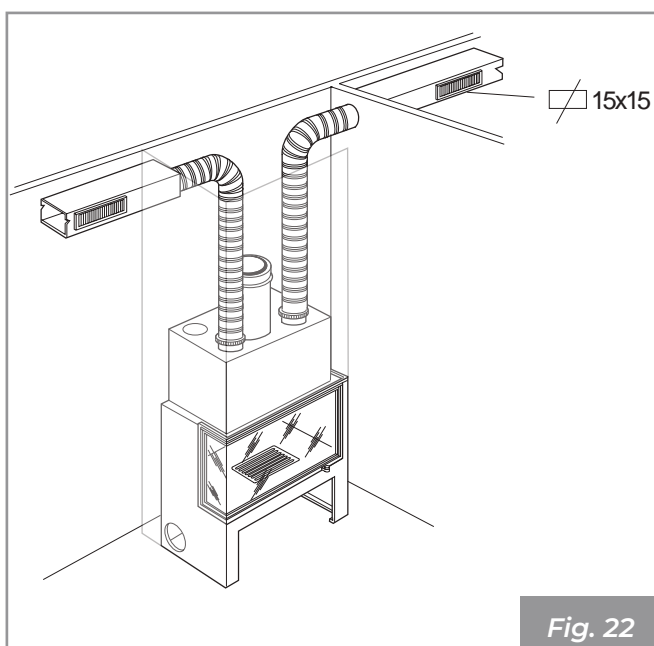

Fig. 22
- Tubo flessibile in alluminio - lunghezza fino a 6 m su unico condotto (Fig. 22);
- Tubo liscio metallico - lunghezza fino a 10 m su unico condotto (Fig. 22);